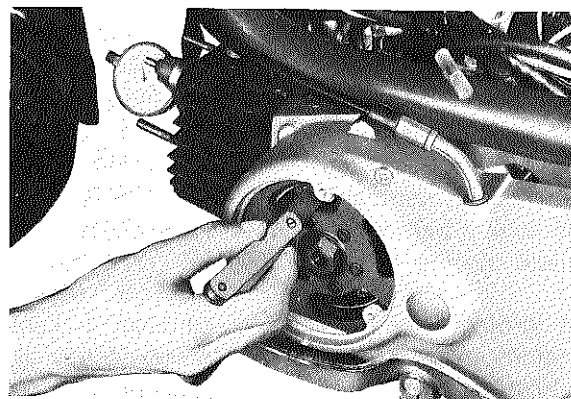

Fig. 2-5-5
11. When correct ignition timing has been accomplished, check maximum point gap by turning flywheel until maximum point gap occurs. Measure point gap with thickness gauge. (Fig. 2-5-5)
11. Une fois l'avance à l'allumage correctement réglée, tourner le volant jusqu'à ce les contacts du rupteur soient écartés au maximum, et mesurer l'intervalle entre les contacts à l'aide d'un calibre à lames (Fig. 2-5-5).
11. Wenn der richtige Zündzeitpunkt erzielt wurde, ist der größte Kontaktabstand zu überprüfen, indem das Schwungrad gedreht wird, bis der Kontaktabstand am größten ist. Kontaktabstand mit der Fühlerlehre messen. (Fig. 2-5-5)